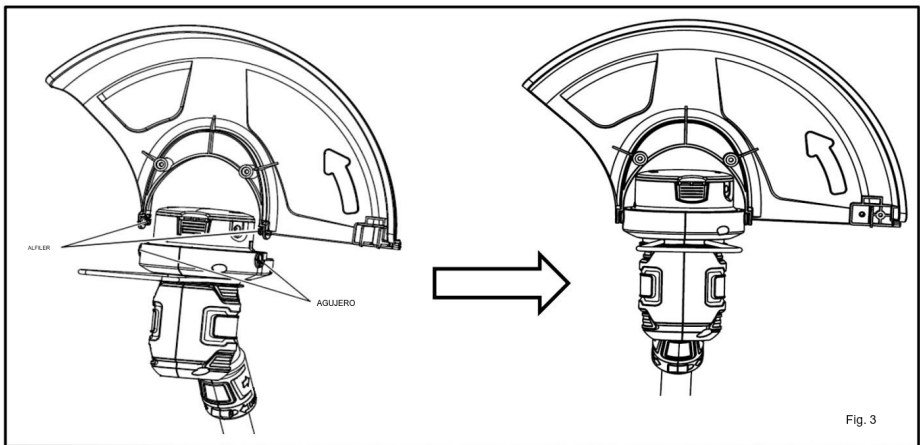

Fig. 3
1. Inserte el pasador en el agujero del cuerpo del motor (vea la Fig. 3).